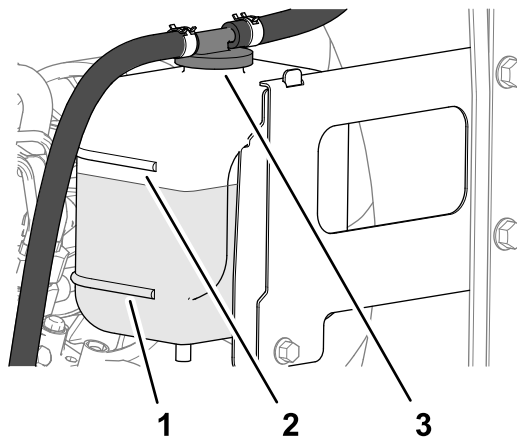

Bild 111
3. Prüfen Sie den Kühlmittelstand im Ausdehnungsgefäß (Bild 111).